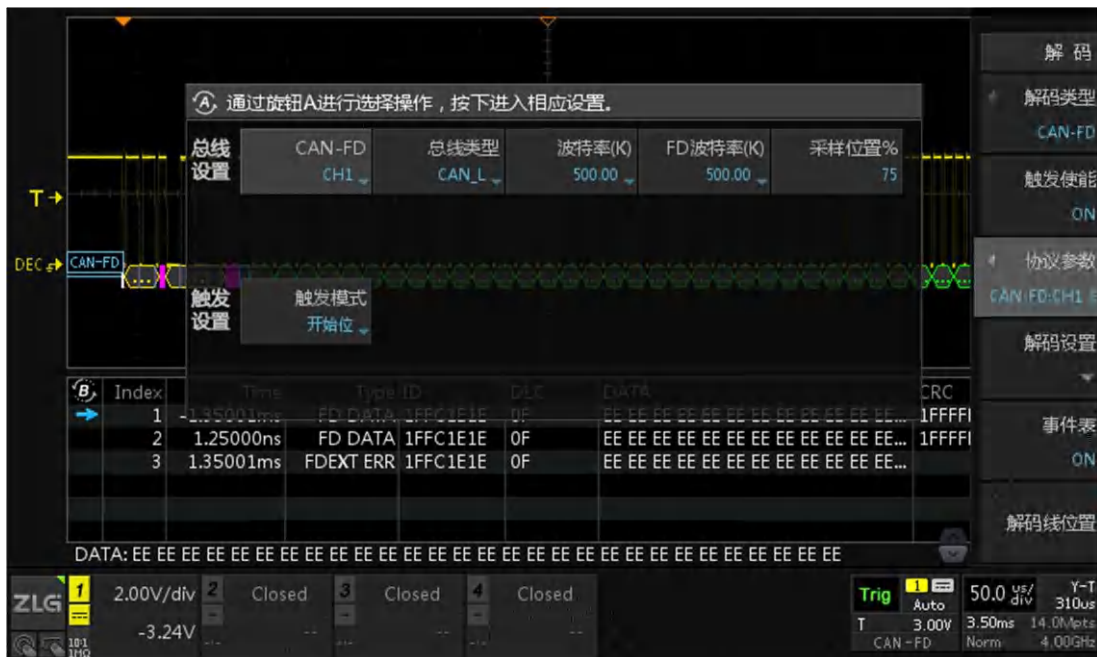

图 15.20 CAN-FD 协议参数配置
- 5、用户点击【协议参数】，可以对协议参数进行设置，旋转旋钮 A 可选择参数，短按旋钮 A 后可进行参数修改，其中包括“总线设置”与“触发设置”，如图 15.20 所示，CH1 为信号输入，总线类型为 CAN\_L 或 CAN\_H，波特率为 500K（可选或自定义）即普通的传输速率，FD 波特率为 500K（可选或自定义）即 CAN-FD 数据段传输的速率，一般 FD 波特率要高于普通波特率，触发模式“开始位触发”或“数据帧触发”。